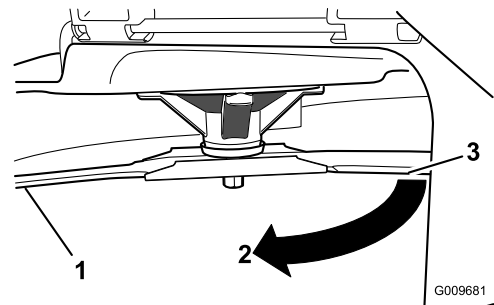

Figure 47
- Tournez la même lame de 180 degrés pour amener l'autre tranchant à la même position (Figure 47).